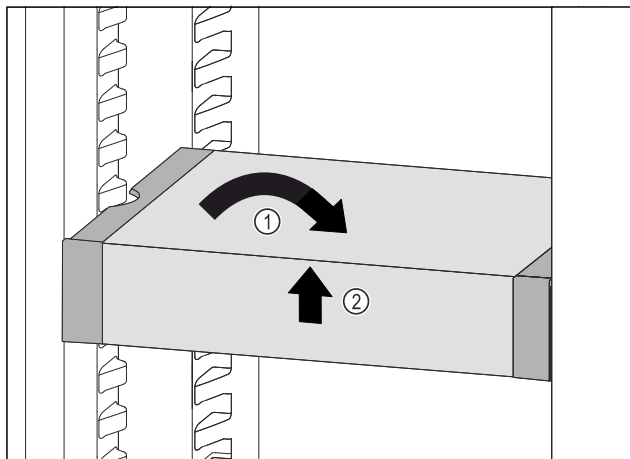

Fig. 170
- ▶ Установите VarioSafe прямо. Fig. 170 (1)
- ▶ Приподнимите VarioSafe спереди. Fig. 170 (2)